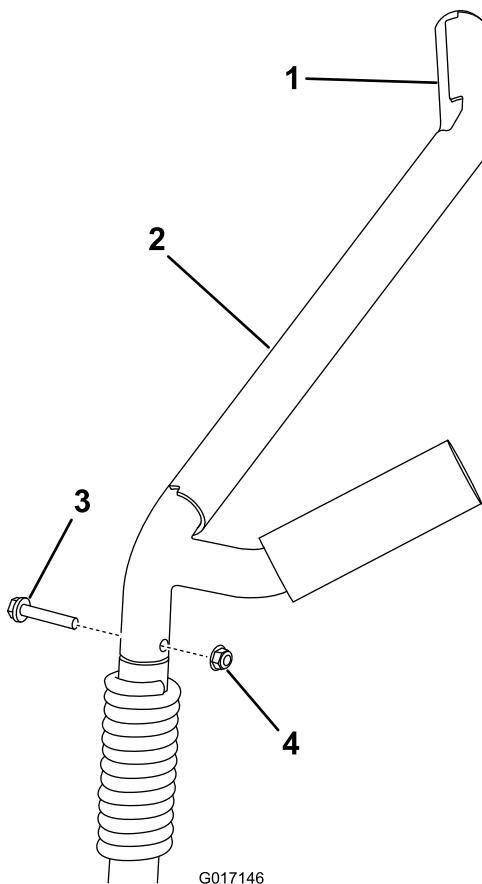

Figura 14
1. Retire os dois braços da cavidade da rampa retirando o parafuso e a porca (Figura 14).